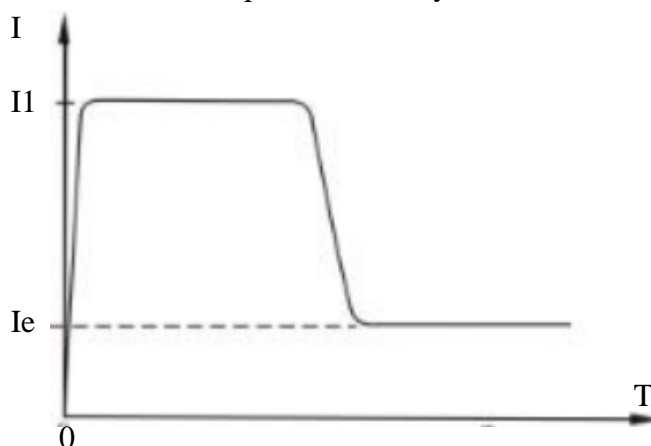

Рис. 12.1-1
- (1) Режим ограничения тока реализуется при $FV=0$. Временная диаграмма тока двигателя показана на Рис. 12.1-1. Здесь I_1 – необходимый уровень ограничения тока; напряжение растет быстро до достижения током двигателя величины ограничения. Ток двигателя не растет выше уровня ограничения, по мере нарастания скорости напряжение увеличивается. По достижении номинального напряжения и номинальной скорости ток резко падает, шунтирующий контактор замыкается, и процесс пуска на этом заканчивается.
- (2) Если нагрузка двигателя мала, или уровень ограничения тока слишком велик, то значение тока при пуске может и не достигнуть уровня ограничения. Обычно этот режим используется в применениях с жестким ограничением пускового тока.